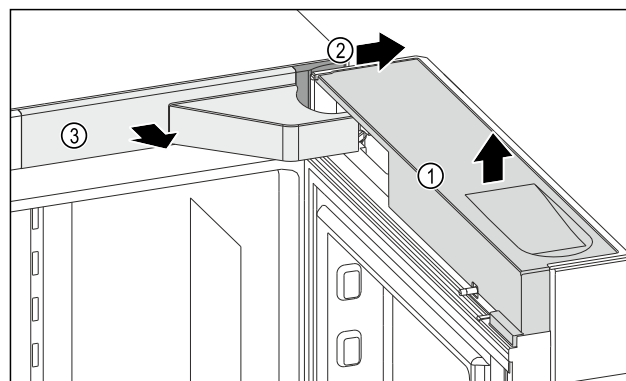

Fig. 10
- Retirer le cache Fig. 10 (1).
- Retirer le cache Fig. 10 (2).
- Retirer le cache Fig. 10 (3).